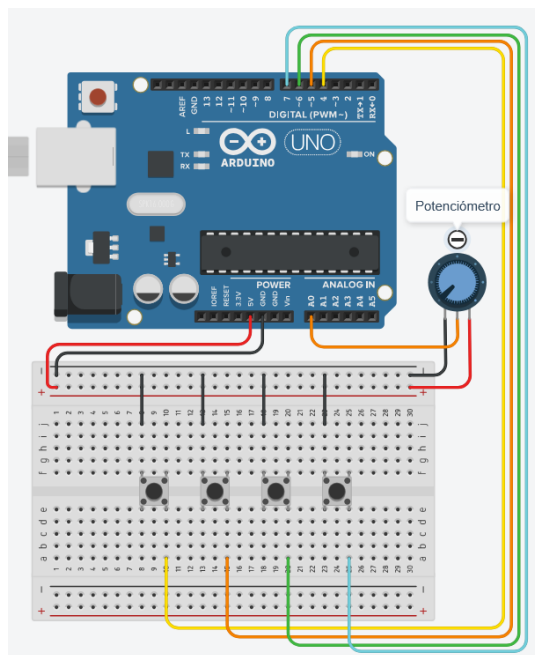

Figura 1: Circuito de señales digitales y analógicas
- **Construir el circuito** mostrado en la Figura 1, con los cuatro pulsadores y el potenciómetro.